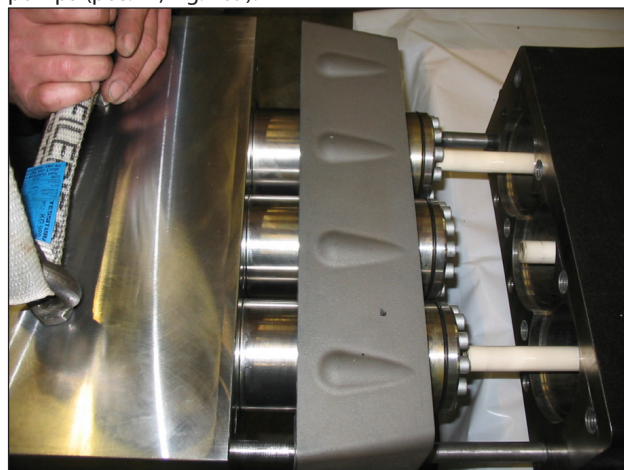

Fig. 109
Separare la testata e il distanziale per camicie dal carter pompa (pos. ①, Fig. 109).